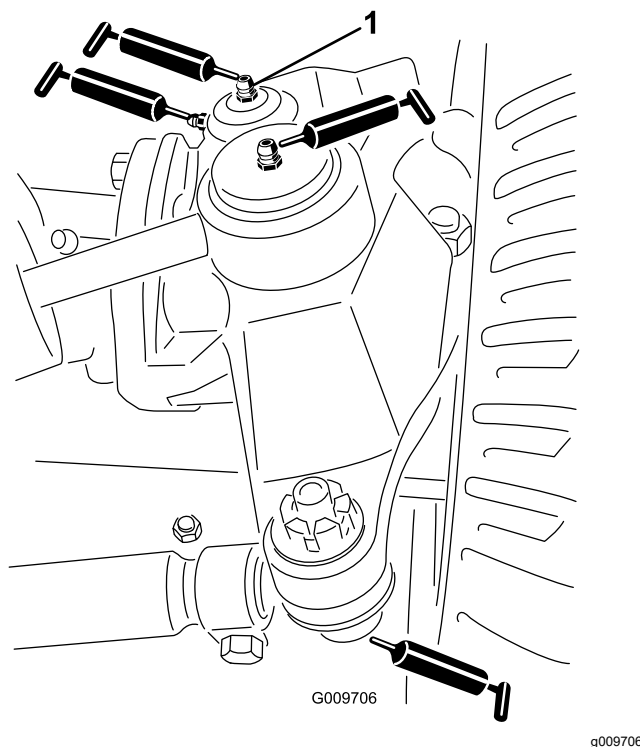

**Figura 83**
- Articulaai sferice ale cilindrului de direcție (2), aa cum se arată în Figura 83
- Articulaai sferice tirant (2), aa cum se arată în Figura 83
- Buce pivot (2), aa cum se arată în Figura 83